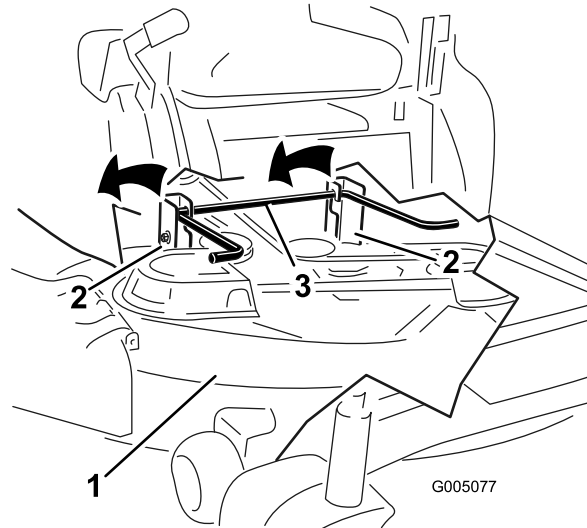

Figura 68
5. Eleve la carcasa del cortacésped y desenganche la varilla de elevación trasera de las pletinas de suspensión, y baje el cortacésped con cuidado al suelo (Figura 68).
5. Eleve la parte trasera de la carcasa del cortacésped y coloque las pletinas de suspensión sobre la varilla de elevación trasera (Figura 68).